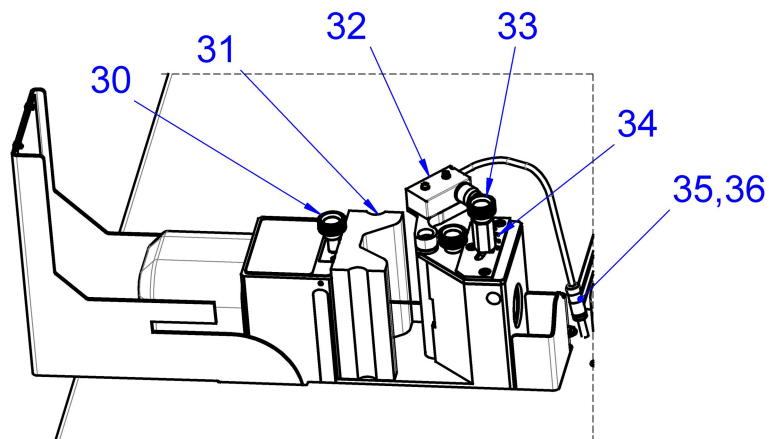

Abb. 5: Stromschienen biegen
Das Biegen von Kupfer- oder Aluminiumschienen erfolgt mit einer Biegematrix (Abb. 5, 31), die das Werkstück mit beiden Schenkeln über einen Biegedorn biegt.
- Die Biegematrix (Abb. 5, 31) in die Werkzeugaufnahme des Lastkolbens einsetzen und mit der Feststellschraube (Abb. 5, 30) fixieren.
- Den elektronischen Winkelableser (Abb. 5, 32) in die halboffene Rundung des Grundkörpers einsetzen.
- Den Stecker (Abb. 5, 35) des Verbindungskabels in die Buchse (Abb. 5, 36) hinter dem Arbeitsblock stecken.
- Den gewünschten Biegewinkel an der Einstellschraube (Abb. 5, 33) mithilfe der Winkelskala (Abb. 5, 34) einstellen.